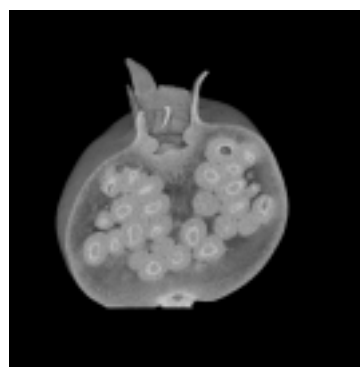

図4 3D画像
- * 図4：図2のざくろを上から半分に切ったのと同じように見える3D画像です。